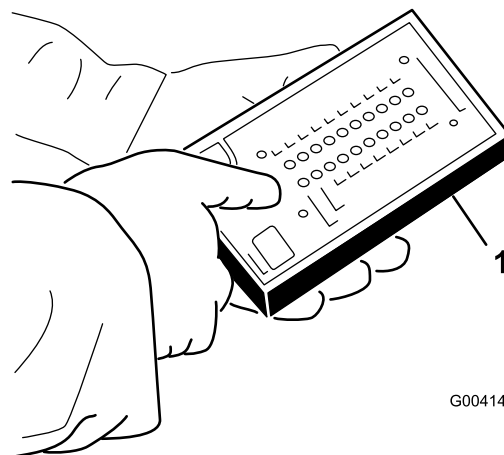

図 23
4. 故障診断 ACE ディスプレイを打ちのコネクタを診断用コネクタに接続する 図 23。